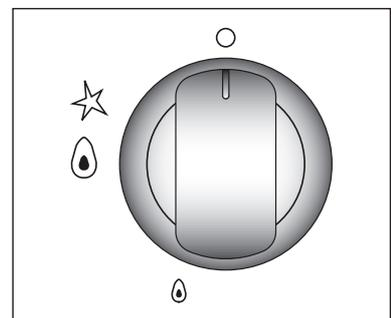

Fig. 3
2. Anafe con Encendido Electrónico instantáneo “a una mano” (Fig. 3): mantenga presionada la perilla durante el encendido del quemador y sosténgala unos segundos más para que el calor de la llama active la válvula de seguridad.
4. Gradúe la llama a la potencia deseada entre MÁXIMO (☉) y MÍNIMO (☾). (Fig. 3)